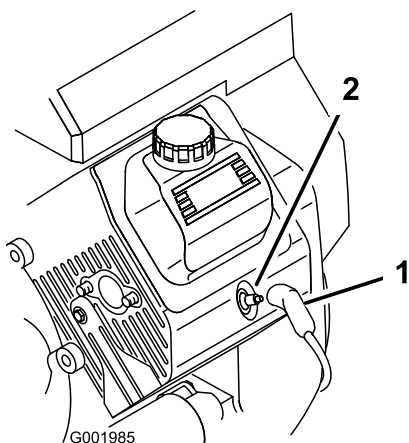

Figure 53
3. Débranchez les fils des bougies (Figure 53).
3. Rebranchez le fil de la ou des bougies (Figure 53).